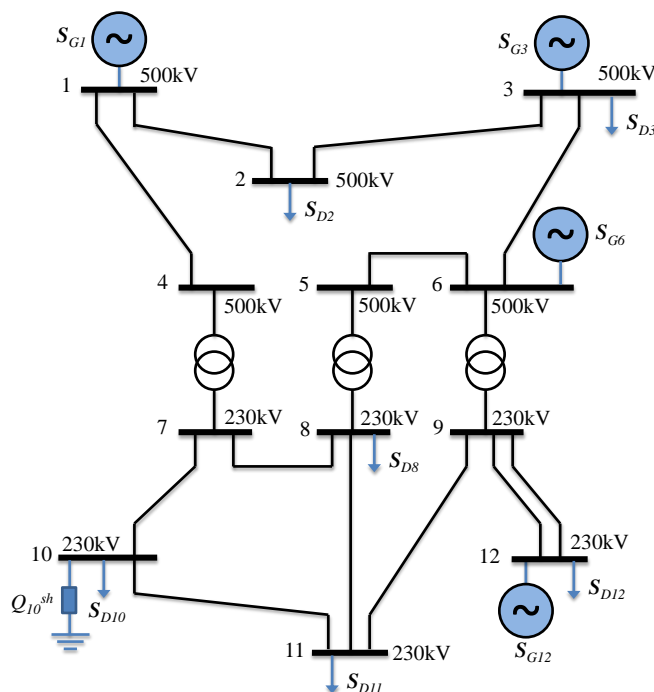

Figura 1 – Sistema para EC2
1. Para o atendimento à carga do sistema apresentado na Figura 1, de acordo com o cenário de operação definido no arquivo com dados de entrada disponibilizado (“*dados_sistema12B_EC2_CasoBase.txt*”), proponha ajustes (controles) a fim de que sejam respeitados os limites operativos de:
- II. **Geração de potência ativa dos geradores:** valores de capacidade mínima e máxima de geração expressos no arquivo com dados de entrada (CGmin(PU) e CGmax(PU), respectivamente);